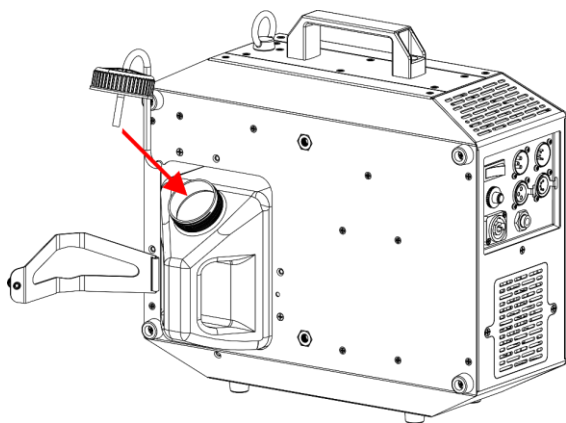

Fig. 22
- 17) Schroef het deksel weer op de vloeistoftank, zoals getoond in Fig. 22.